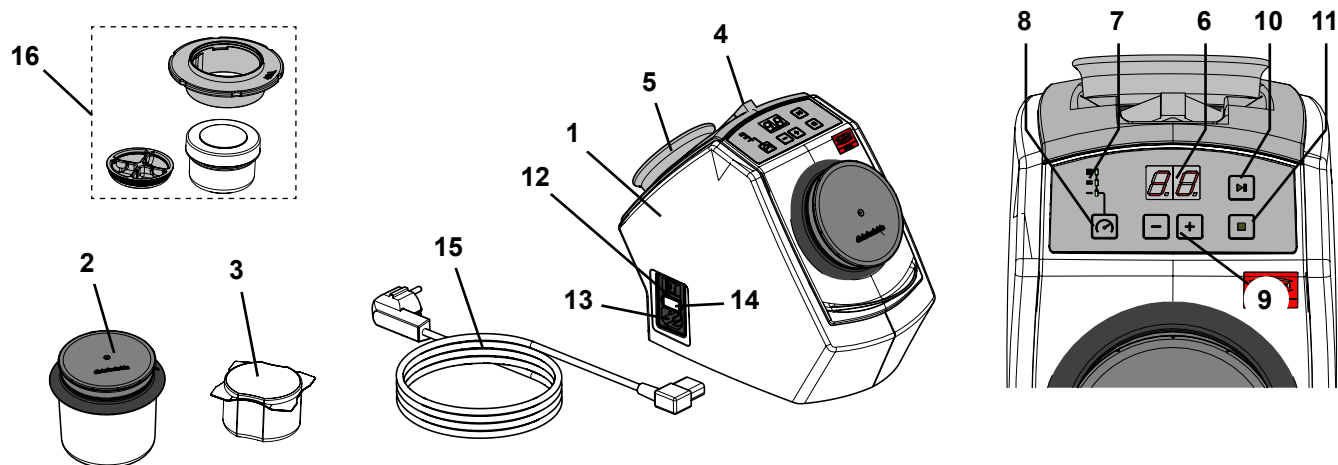

Fig. 1
- ▶ O ímã de fixação (Fig. 1, item 5) contém chumbo.
- ⇒ Coloque a pinça e o imã de fixação fornecidos nas cavidades correspondentes situadas no lado posterior do aparelho (Fig. 1).
- ⇒ Escolha o cabo elétrico (15, Fig. 1) com o plugue adequado ao seu país.
- ⇒ Ligue o cabo elétrico (13, Fig. 1) à ligação da rede elétrica.
- ⇒ Ligue o aparelho no interruptor principal (12, Fig. 1).
- ⇒ Encha o copo de limpeza (2, Fig. 1) com 75 g de agulhas de limpeza (corresponde a uma embalagem individual).
- ⇒ Encha o minicopo SYMPRO (acessório) (16, Fig. 1) com ~ 5 g de agulhas de limpeza.